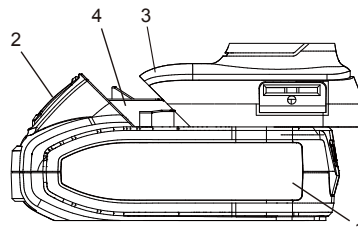

Fig. 3
- Retirez la batterie déchargée (1) de la perceuse en enfonçant le bouton de dégagement (2) de la batterie vers le bas et en faisant glisser la batterie vers l'arrière jusqu'à ce qu'elle soit dégagée de la poignée (3) de la perceuse (Fig. 3).
- Faites glisser la batterie entièrement chargée sur les clés correspondantes (4) dans la poignée de la perceuse, là d'où la batterie déchargée a été retirée.